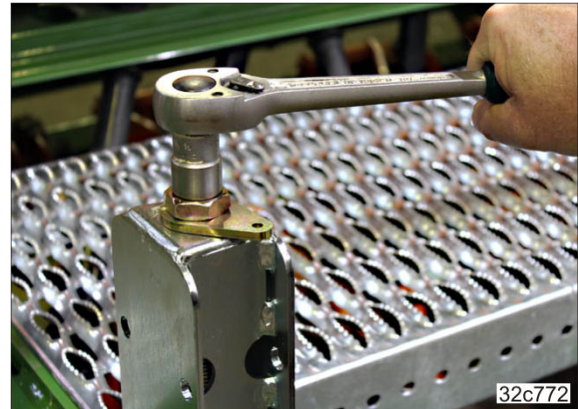

Рис. 189
- 3.1 Регулювання притискання роликів виконується шляхом рівномірного повороту ходових гвинтів (Рис. 189) на всіх регулювальних сегментах.